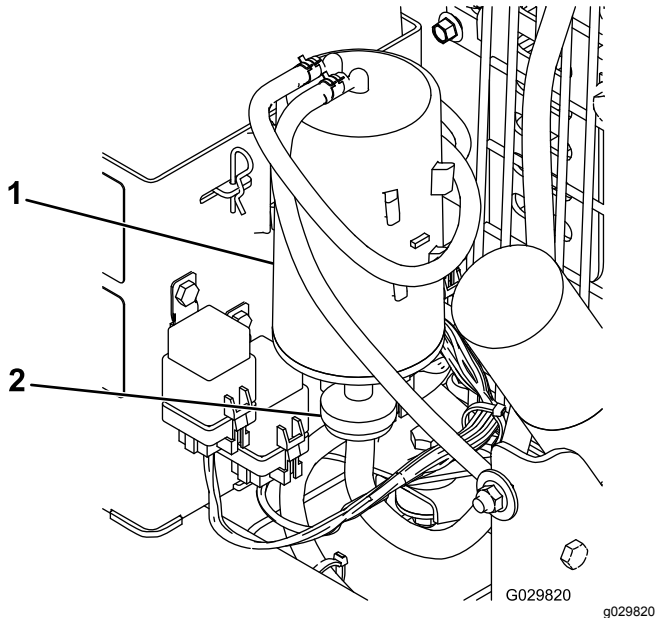

Figura 19
2. Retire y deseche el filtro de aire del cartucho de carbón, pero guarde las mangueras (Figura 19)